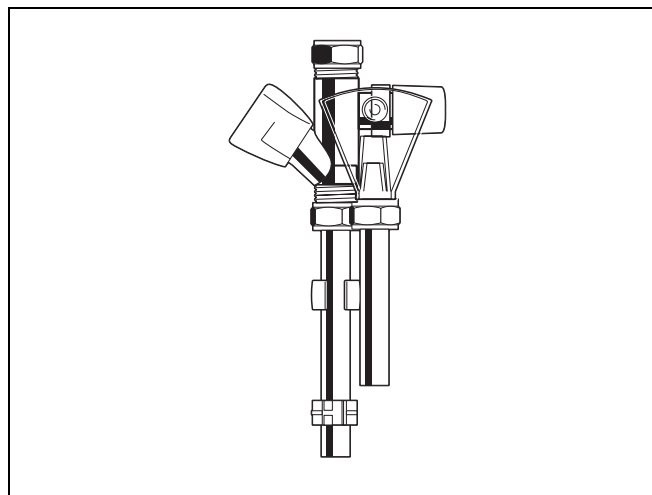

fig. 12 KIWA gekeurde inlaatcombinatie
- Plaats in de koudwaterleiding direct onder het cv-toestel een KIWA gekeurde inlaatcombinatie (→ fig. 12).